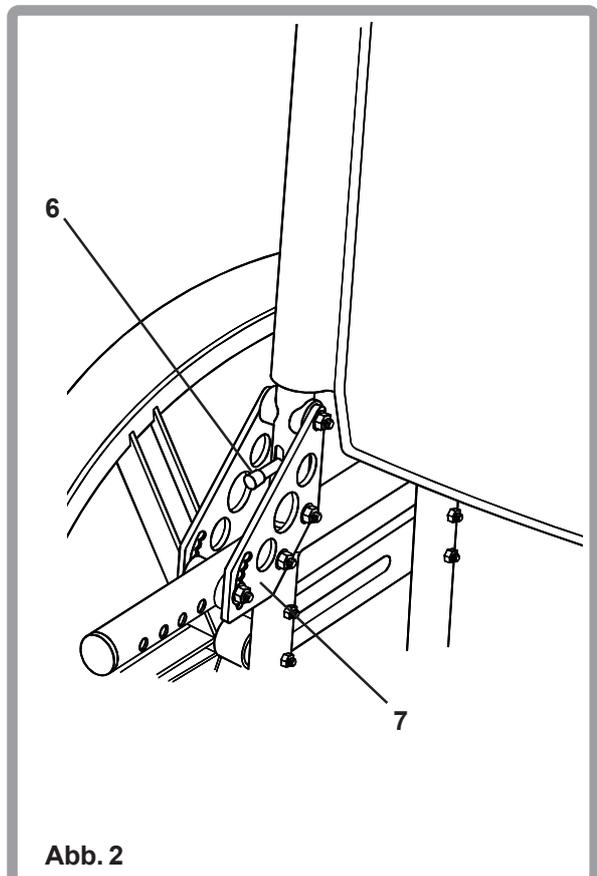

Abb. 2
Zum transportieren können die Rückenrohre nach vorne geklappt werden (Abbildung 2). Stellen Sie sich hinten an den Rollstuhl und ziehen Sie die beiden Verriegelungsstifte (6) nach oben. Die Rückenrohre werden von den Halteplatten (7) gelöst und können nun nach vorne geklappt werden.